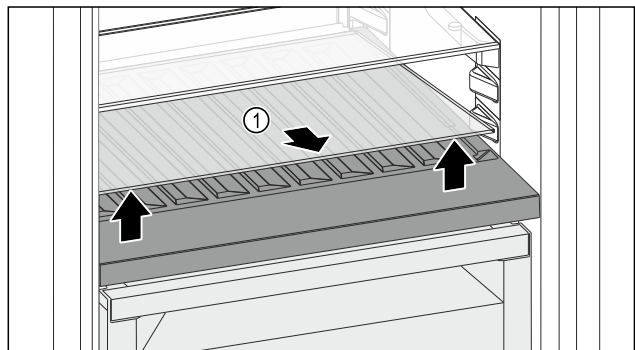

Fig. 96
- ▷ Приподнимите стеклянную пластину Fig. 96 (1) за выемку спереди и извлеките.
- ▷ Уложите стеклянную пластину Fig. 96 (1) на хранение вне устройства.